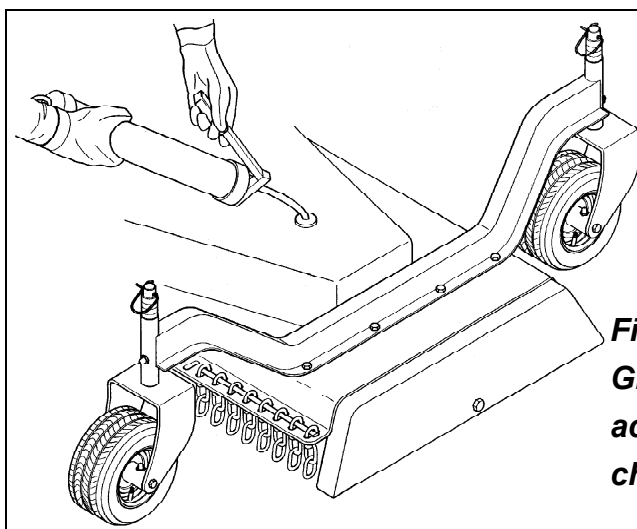

Fig. 16
1. graisser avec de la graisse multigrade les trois arbres porte-lames de chaque unité (**voir fig. 16**). Ils sont facilement accessibles dans la partie supérieure du châssis, une fois enlevées les protections rondes en plastique noir, qui protègent les graisseurs axiaux.